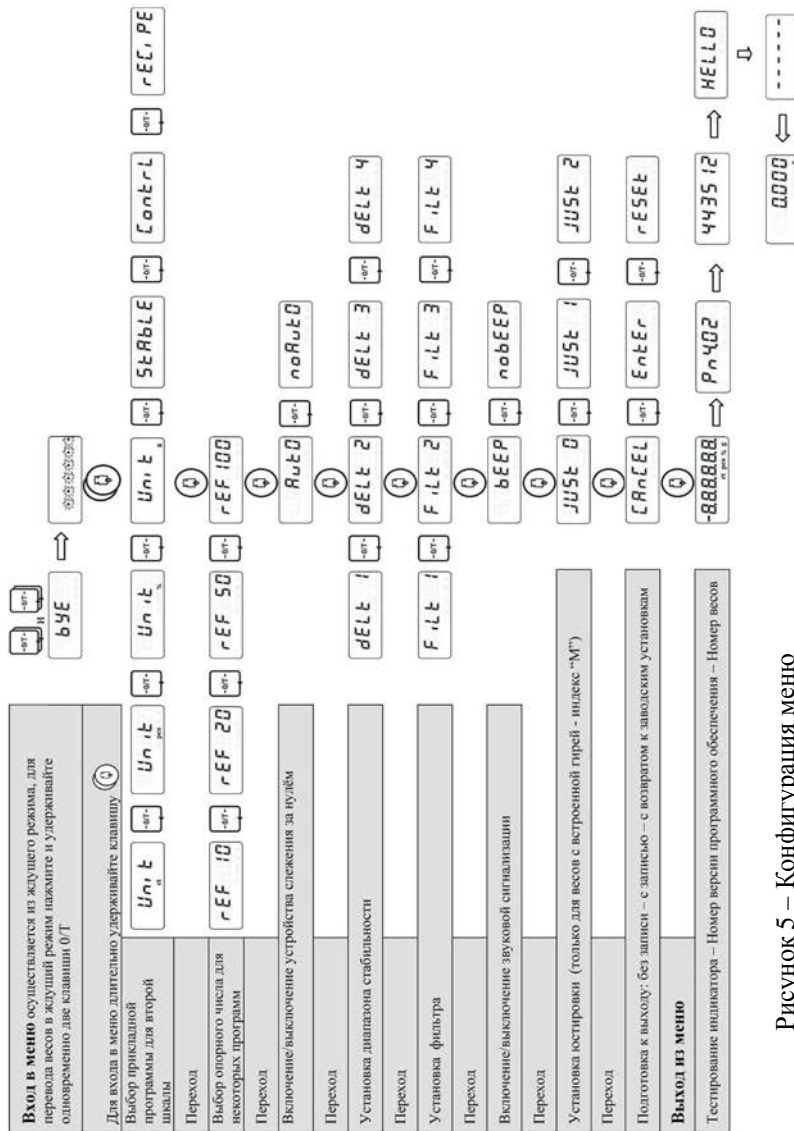

Рисунок 5 – Конфигурация меню
Установка опции (Рисунок 5) -Переведите весы в ждущий режим, нажав одновременно на клавиши  и  и удерживая их нажатыми до появления на дисплее сообщения «bYE».
- Переход к следующей опции (рисунок 5) осуществляется коротким нажатием клавиши . Чтобы вернуться к пройденной опции, необходимо заново войти в меню.
Установка опции (Рисунок 5) -Переведите весы в ждущий режим, нажав одновременно на клавиши и и удерживая их нажатыми до появления на дисплее сообщения «bYE».
Содержание операции**Индикация****Установка программы (Рисунок 5)**
Установка программы (Рисунок 5) -Переведите весы в ждущий режим, нажав одновременно на клавиши  и  и удерживая их нажатыми до появления на дисплее сообщения «bYE».